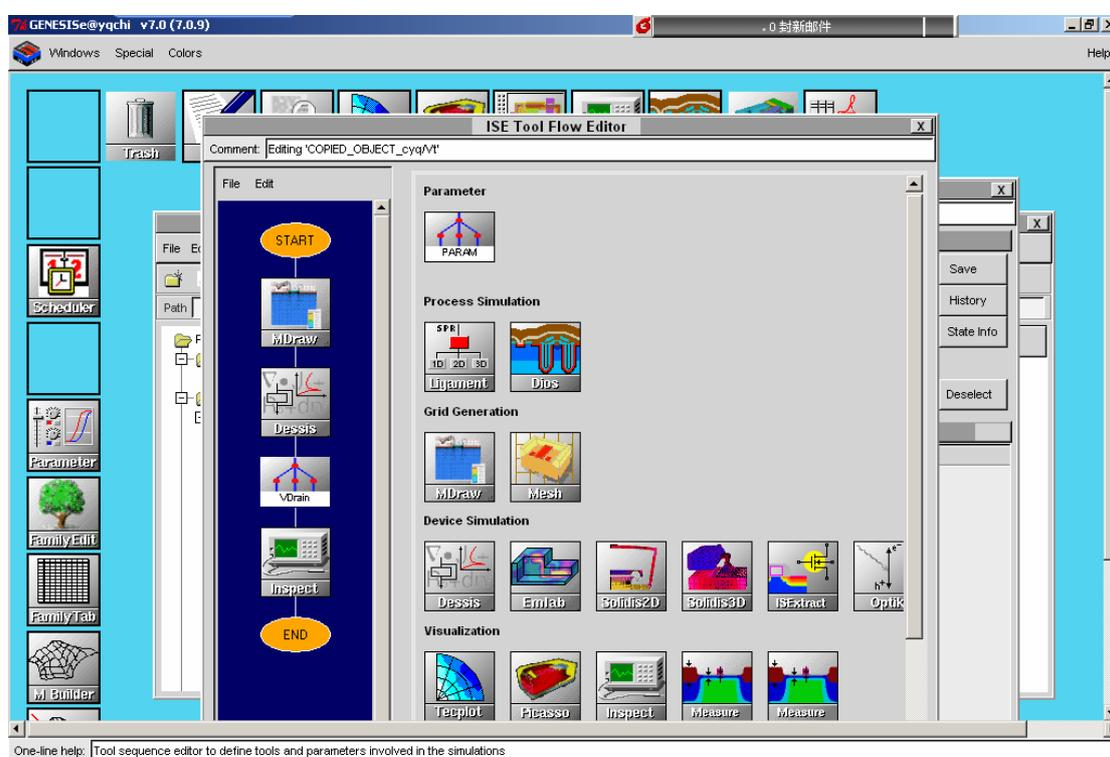

图 8 Tool Flow 窗口
6. 点击“Edit”，进入“Vt”工程的修改状态，然后双击主窗口左边的“Tool Flow”图标，出现工具使用流程窗口，如图 8 所示。该窗口左边显示了本工程使用的工具和使用流程，右边是本集成环境可以使用的工具，我们可以把右边的工具拖入到左边的流程中，完成自己的设计。“Vt”这个工程使用了三个工具，另外设置了一个全局参数。该工程的模拟流程为：